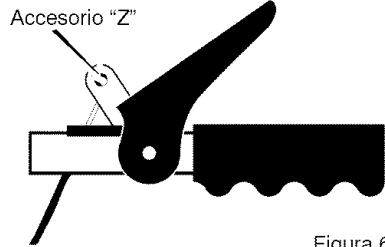

Figura 61
(Figura 61).
5. Desconecte el **accesorio "Z"** de la **palanca de propulsión** (Figura 61).
11. Instale el **gancho "Z"** en la **palanca de propulsión** (Figura 61).